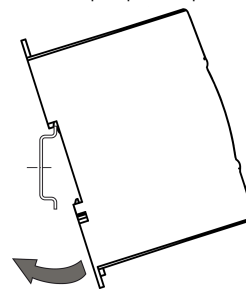

Рисунок 4.2 – Монтаж прибора
3. С усилием придавить прибор к DIN-рейке в направлении, показанном стрелкой (см. рисунок 4.2), до фиксации защелки.